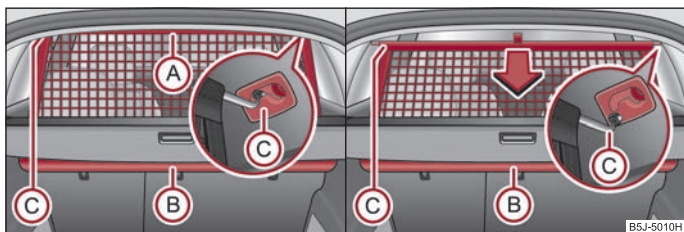

Abb. 66 Gepäcknetztrennwand herausziehen / aufrollen
- Ziehen Sie die Gepäcknetztrennwand an der Lasche (A) aus dem Gehäuse (B) in Richtung der Halterungen (C) ⇒ Abb. 66.
- Setzen Sie die Querstange in eine der Aufnahmen (C) ein.
- Ziehen Sie die Querstange erst auf der einen, dann auf der anderen Seite etwas nach hinten und nehmen die Querstange aus den Aufnahmen (C) ⇒ Abb. 66.
- **Halten** Sie die Querstange so, dass die Gepäcknetztrennwand in das Gehäuse (B) langsam und ohne Beschädigung einrollen kann.